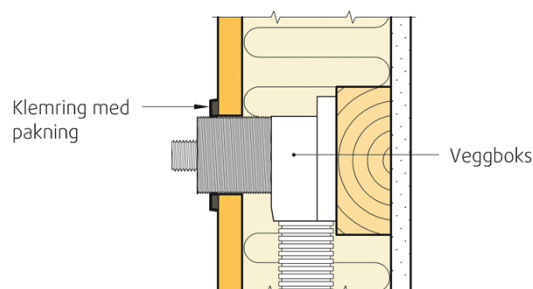

Fig. 6
- Veggbokser med tetningsring med dokumentert vanntetthet mot badromspanelet. Se fig. 6.